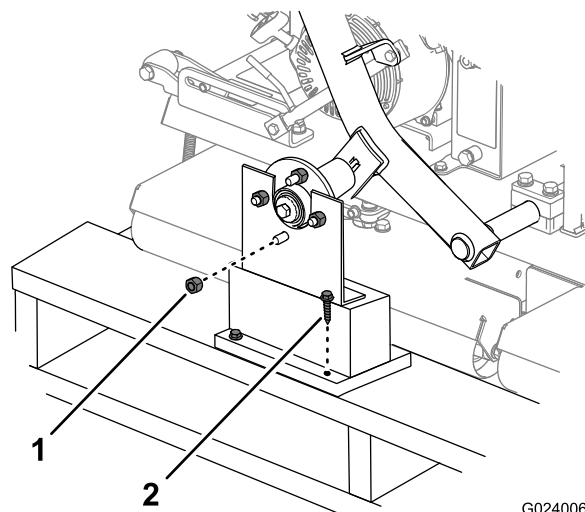

図3
- ホイールハブを出荷用ブラケットに固定しているラグナットを取り外す【図3】。同じく、各ホイールハブのスタッドにねじ込んであるナットも外す。